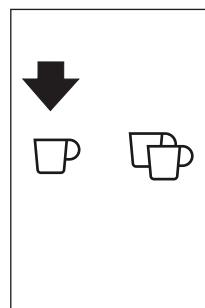

Fig. 19
- ▶ Vous pouvez faire un café à la fois en appuyant sur la tache tactile ☷ (B10) (Fig. 19).